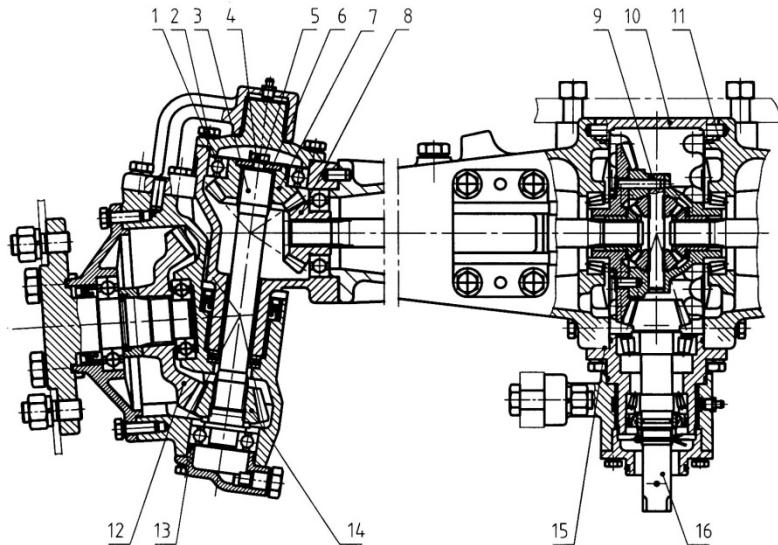

Рис.9. Схема передней ведущей оси.
5. Регулировка передней ведущей оси. Условие зацепления передач передней ведущей оси очень сильно влияет на эффективность привода и уровень шума, поэтому необходимо уделять особое внимание во время регулировки передач во время сборки. Конструкция передней ведущей оси показана на Рис. 9. Существует 3 пары конических передач в условиях зацепления от переднего центра ведущей конической шестерни к передней ведущей оси. Зазор в зубчатом зацеплении и отпечаток в зоне зацепления(отпечаток должен быть посреди всей зубчатой грани, а также небольшое отклонение на малом конце зуба, например, соприкасание короткого пальца, Рис. 8) каждой пары передачи должны регулироваться с большой осторожностью.